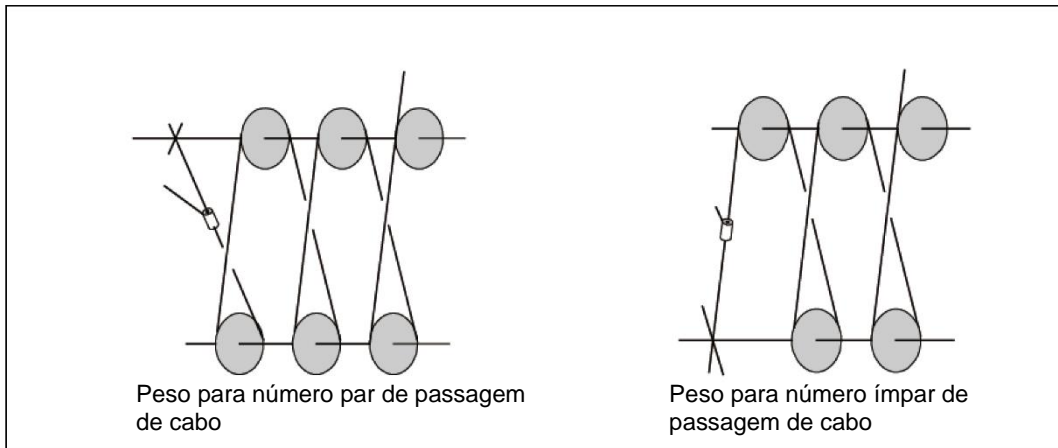

Figura 4-80 Localização do peso do interruptor de fim de curso de elevação
a) O local de instalação da chave de curso de içamento é mostrados na Figura 4-80.